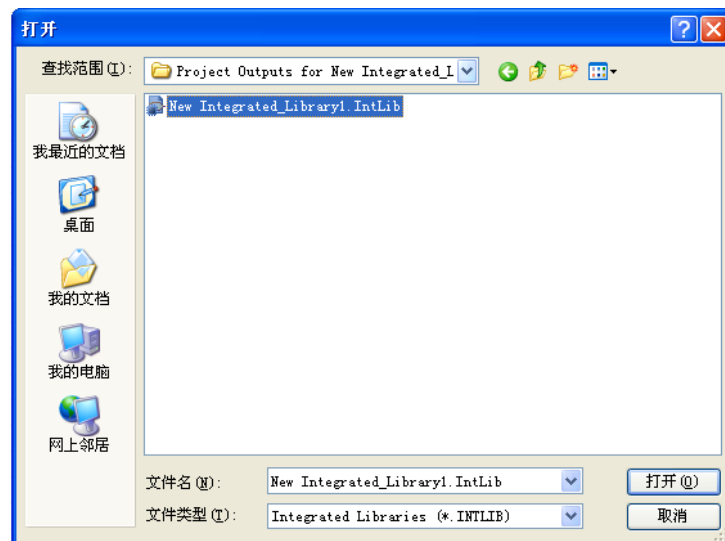

图7-8 安装库文件
- (2) 在“Available Libraries”对话框中, 单击“Install”按钮, 弹出打开路径的对话框如图7-8所示, 选择正确的路径, 双击需要安装的库名即可。